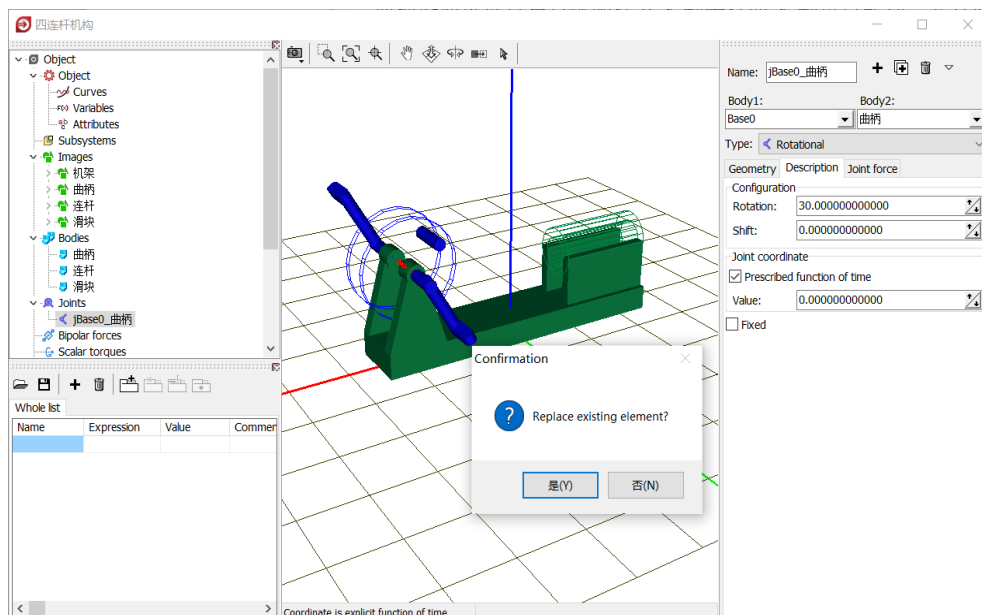

图 2-54
- 10) 切换到 **Description** 页面, 设置 **Rotation** 值为 **30 (°)**, 作为初始状态。然后, 勾选 **Prescribed function of time**, 然后在弹出对话框点是(Y), 如图 2-54。